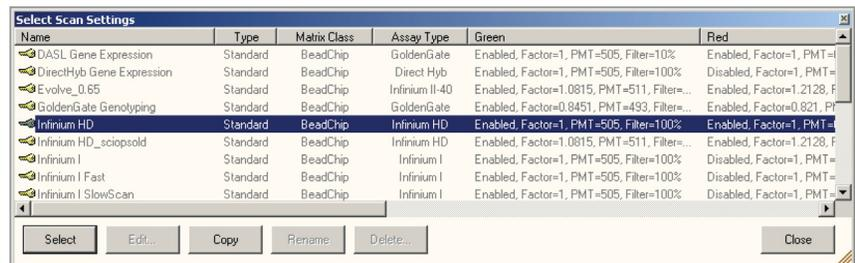

Рис. 215 Диалоговое окно выбора настроек сканирования
- с. Если значения полей **Sentrix Type** (Тип Sentrix) или **Scan Settings** (Настройки сканирования) указаны неправильно, нажмите **Browse(...)** (Искать), чтобы открыть диалоговое Select Scan Settings (Выбрать настройки сканирования) (Рис. 215).